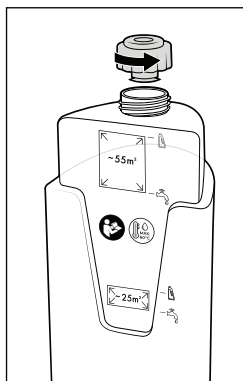

Fig. 7
- ♦ Vire o reservatório de água limpa ❶ ao contrário e desenrosque a tampa (ver fig. 7).